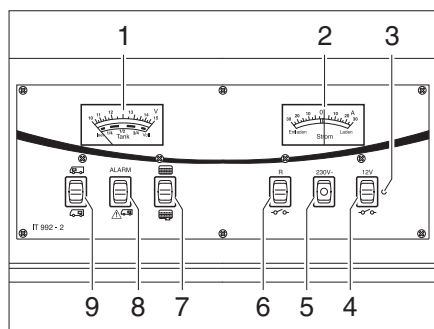

Fig. 153 Panneau de contrôle IT 992
Observer sur l'indicateur de charge/de niveau de réservoir (Fig. 153,1), la graduation supérieure. L'indicateur s'éclaire automatiquement dès qu'un commutateur est actionné.
- Commutateur à bascule (Fig. 153,9) vers le haut "🚐" : La tension de la batterie de démarrage est affichée.
- Commutateur à bascule (Fig. 153,9) vers le bas "🚐" : La tension de la batterie de cellule est affichée.
Observer sur l'indicateur de charge/de niveau de réservoir (Fig. 153,1) la graduation inférieure. L'indicateur s'éclaire automatiquement dès qu'un commutateur est actionné.
- Commutateur à bascule (Fig. 153,7) vers le haut "☰" : Le niveau du réservoir d'eau est affiché.
- Commutateur à bascule (Fig. 153,7) vers le bas "☷" : Le niveau du réservoir d'eaux usées est affiché.
Le voyant d'alerte rouge ALARME (Fig. 153,8) clignote dès que la charge de la batterie de cellule descend en dessous de 11 V (mesurée en marche) et qu'il y a risque de décharge profonde des batteries.
Cet indicateur (Fig. 153,2) permet de visualiser en permanence le flux de courant actuel de la batterie. L'indicateur s'éclaire automatiquement dès qu'un commutateur est actionné.
L'interrupteur principal 12 V (Fig. 153,4) établit ou coupe le panneau de contrôle et l'alimentation 12 V de la cellule.
- Commutateur à bascule (Fig. 153,4) vers le haut "  " : L'alimentation 12 V de la cellule est assurée. Le voyant de contrôle (Fig. 153,3) s'allume en vert.
- Commutateur à bascule (Fig. 153,4) vers le bas "  " : L'alimentation 12 V de la cellule est coupée. Le voyant de contrôle (Fig. 153,3) s'éteint.
Le voyant de contrôle 12 V (Fig. 153,3) s'allume dès que l'interrupteur principal 12 V (Fig. 153,4) est enclenché.
Le voyant de contrôle jaune 230 V (Fig. 153,5) s'allume si l'arrivée du bloc électrique est sous tension de réseau.
- Pousser le commutateur à bascule (Fig. 153,6) vers le haut : le circulateur est mis en service.
- Pousser le commutateur à bascule (Fig. 153,6) vers le bas "  " : le circulateur est désactivé.